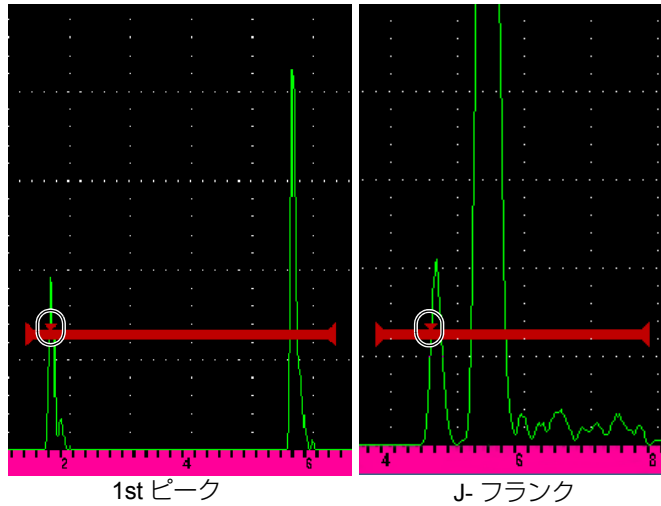

図 3-11 1st ピークと J- フランクモードでトリガー
- **1st ピーク**：ゲートの高さを超える最初のピーク位置に基づく測定値（参照）。61 ページの図 3-11 「1st ピークと J- フランクモードでトリガー」を参照。
- **J- フランク**：ゲートをクロスする信号の最初のクロスポイントに基き厚さ測定値取得し、ゲートで指定された範囲内で、最初のエコーの一番高いピーク位置から振幅測定値を取得します（61 ページの図 3-11 「1st ピークと J- フランクモードでトリガー」参照）。